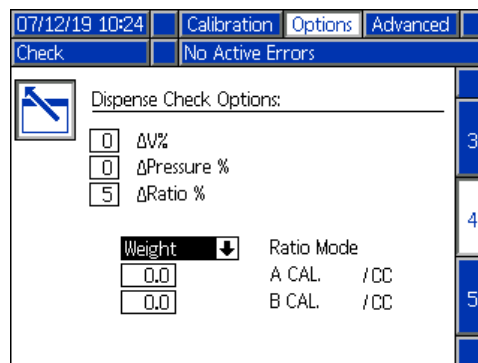

図 32: ディスペンスチェックオプション
11. デルタ比率フィールドに 0 以外のパーセンテージが入力され、比率モード (重量を推奨) が選択されていることを確認します。図 32 を参照してください。